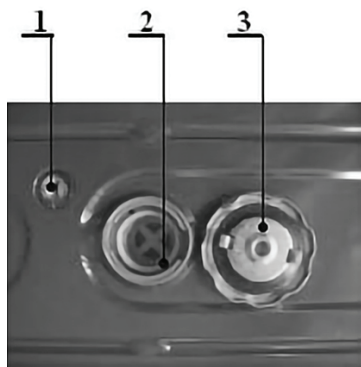

Рис. 2. Топливный бак
7.2.2. Открыть крышку топливного бака (3) (рис. 2).
7.2.3. Заправить бак топливом, при этом топливо заливать через фильтр(2), встроенный в горловину бака (рис. 2). Использовать чистый бензин с октановым числом не ниже 92. При заправке необходимо оставить некоторое пространство в баке для расширения топлива. Хранить бензин перед использованием не более 30 дней.